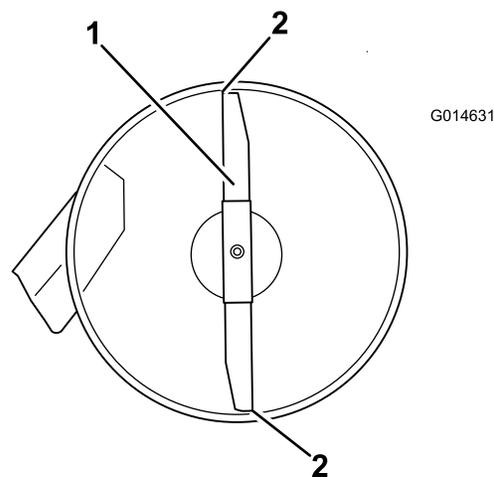
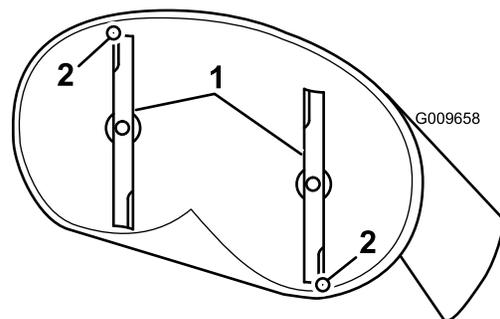

Figura 60
Figura 61
4. Gire cuidadosamente las cuchillas, colocándolas en el sentido de avance de la máquina (Figura 60 y Figura 61).
5. Mida entre la punta de la cuchilla delantera y la superficie plana, y entre la punta de la cuchilla trasera y la superficie plana (Figura 60 y Figura 61).
9. Después de realizar el ajuste, compruebe de nuevo la inclinación longitudinal, y siga ajustando la tuerca hasta que la punta de la cuchilla delantera esté entre 1.6 y 7.9 mm (1/16" a 5/16") más baja que la punta de la cuchilla trasera (Figura 60 y Figura 61).